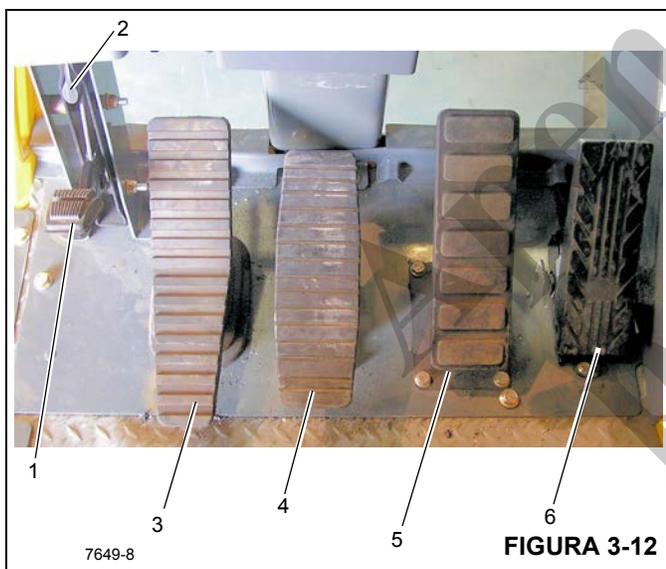

FIGURA 3-12
Números dos itens da Figura 3-12
O pedal da trava contra giro de 360° (1) (Figura 3-12) está localizado no lado esquerdo do piso da cabine do guindaste. O pedal é usado para acionar a trava contra giro para impedir que a torre gire. Para liberar a trava contra giro, puxe a alavanca de liberação da trava contra giro de 360° (2).
O pedal do freio de giro (3) (Figura 3-12) localiza-se no lado esquerdo do piso da cabine. O pedal do freio de giro é usado para acionar o freio de giro para diminuir ou interromper o movimento de giro. A frenagem é proporcional ao pressionamento do pedal. Com o pedal não pressionado e a válvula de controle do freio de giro desengatada, a pressão hidráulica é aplicada ao freio vencendo a pressão da mola e soltando o freio. Pressionar o pedal aciona a válvula do freio de giro a vácuo para aplicar pressão no conjunto do freio. Essa pressão auxilia a pressão da mola a vencer a pressão hidráulica aplicada no circuito de liberação do freio e aplica o freio de mola de acordo com a pressão da válvula do freio de giro a vácuo.
O pedal de controle do telescópio (4) (Figura 3-12) é fornecido quando o guindaste está equipado com um guincho auxiliar. Localiza-se no lado esquerdo do piso da cabine. Empurrar a parte superior do pedal para frente estenderá a lança e empurrar a parte inferior do pedal para baixo retrainrá a lança.
O pedal do freio (5) (Figura 3-12) é o segundo pedal a partir da direita no piso da cabine. Pressionar o pedal controla o acionamento dos freios de serviço.
O Pedal do acelerador (6) (Figura 3-12) localiza-se abaixo do módulo do mostrador do RCL, no piso. Ele é usado para controlar a rotação do motor que aumenta ou diminui proporcionalmente com a pressão aplicada no pedal. O pedal é conectado eletricamente ao módulo de controle da superestrutura que envia o sinal ao ECM do motor através do data link J1939.